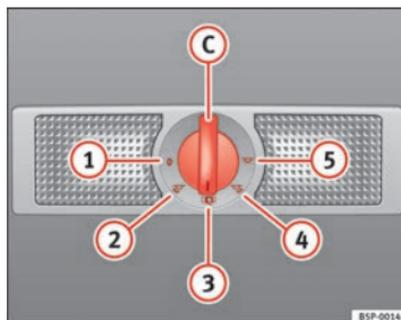

Fig. 83 Rivestimento interno del tetto: la luce interna e le luci di lettura posteriori
Con l'interruttore ⇒ fig. 83 (C) si possono selezionare le seguenti modalità:
Quando l'interruttore si trova nella posizione ⇒ fig. 83 (1), sia la luce principale che le luci di lettura sono spente.